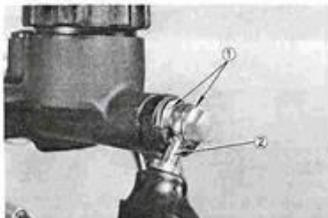

Fig. 3-3-46
- h) Spænd bremseslangen fast til hovedcylinderen med en samlebolt. (Fig. 3-3-46)